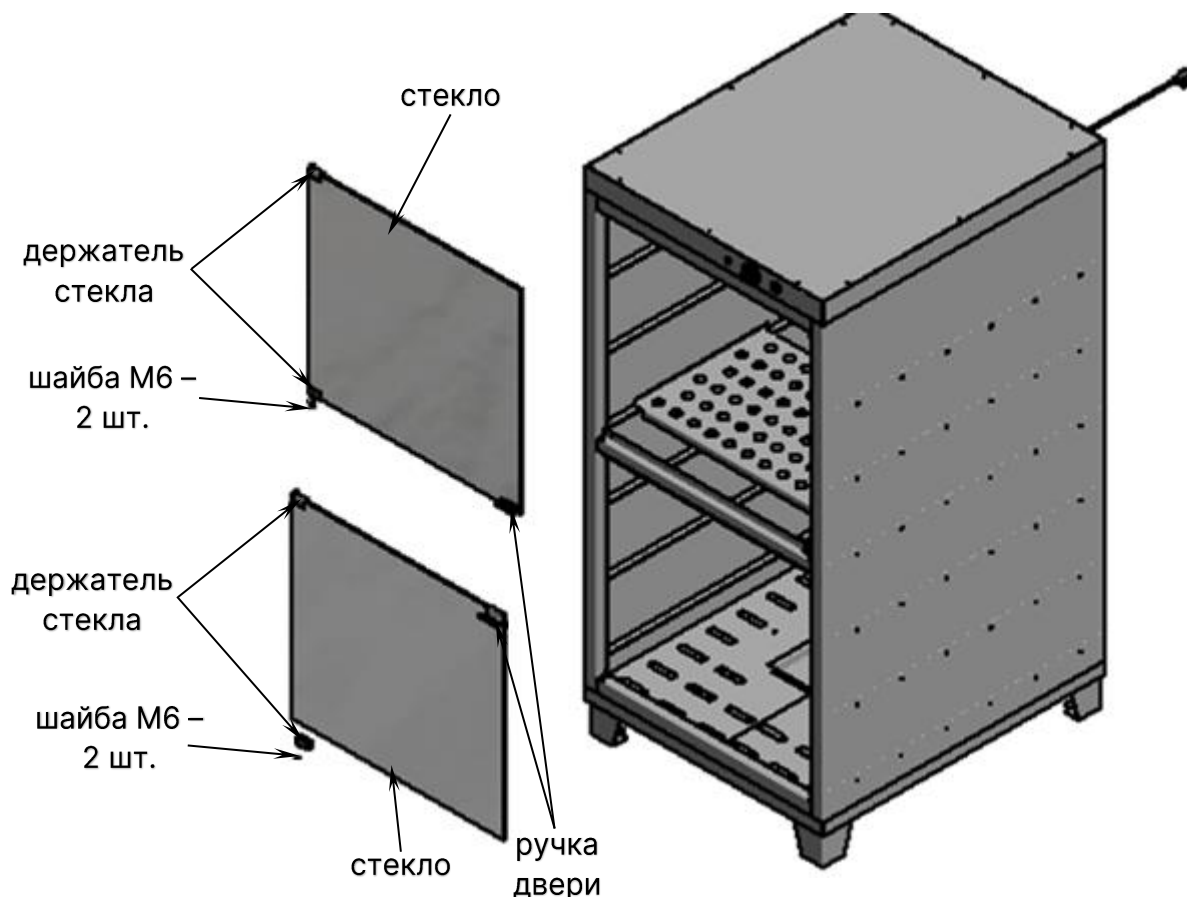

Рисунок 3 – Схема сборки и установки дверей расстоечного шкафа РПК1
7.9 Установка дверей на корпус согласно схеме (рис. 3). Устанавливать двери необходимо в следующем порядке: